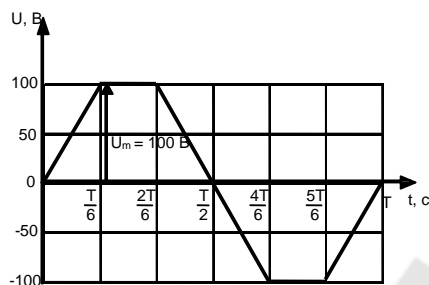

Рис. 3.1
3.3.1 Напряжение источника, питающего потребитель с активным сопротивлением $R = 8 \text{ Ом}$, изменяется по трапецеидальному закону (рис. 3.1).